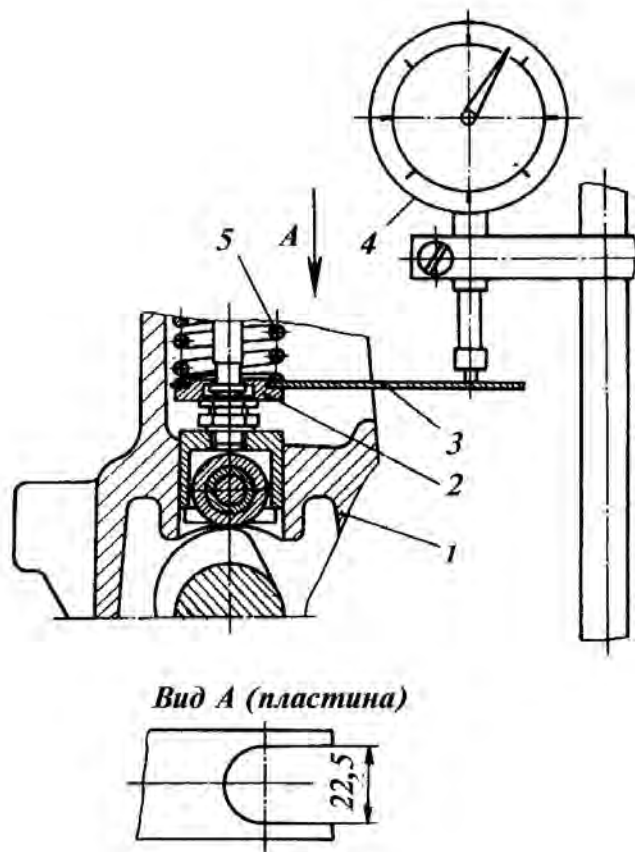

Рис. 11.21. Прибор для проверки величины подъема толкателя
2. Снимите боковую крышку насоса и установите пластину 3 (рис. 11.21) своим пазом на цилиндрический выступ нижней тарелки 2 пружины толкателя под опорный виток пружины 5.